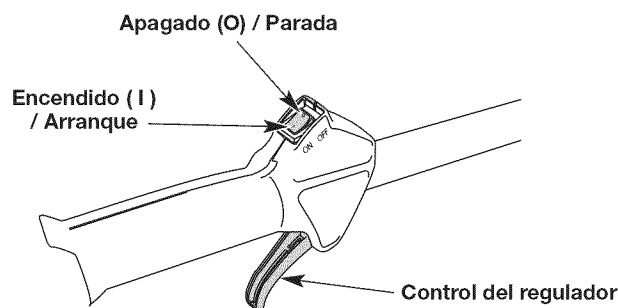
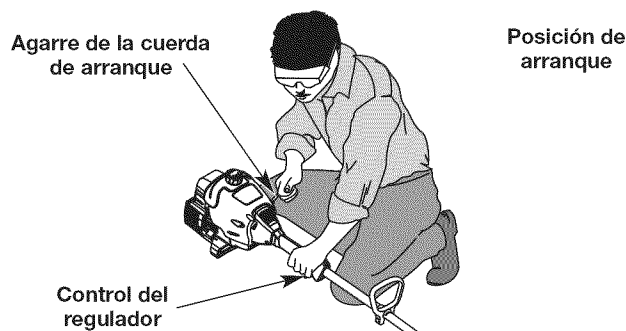

Fig. 6
Fig. 8
**ADVERTENCIA:** Evite arrancar la unidad por accidente. A fin de evitar lesiones graves, el operador y la unidad deben estar en una posición estable al tirar de la cuerda de arranque (Fig. 8).
**NOTA:** No hay necesidad de encender la unidad. El interruptor de Encendido/Apagado debe estar en la posición ENCENDIDO (I) en todo momento (Fig. 6).
5. Agáchese en la posición de arranque (Fig. 8).
6. Apriete el control del regulador (Fig. 6) y tire de la cuerda **5 veces** con movimiento regulado y firme (Fig. 8).
2. Oprima y no suelte el interruptor de control de Encendido y Apagado en la posición APAGADO (O) hasta que el motor se detenga por completo (Fig. 6).